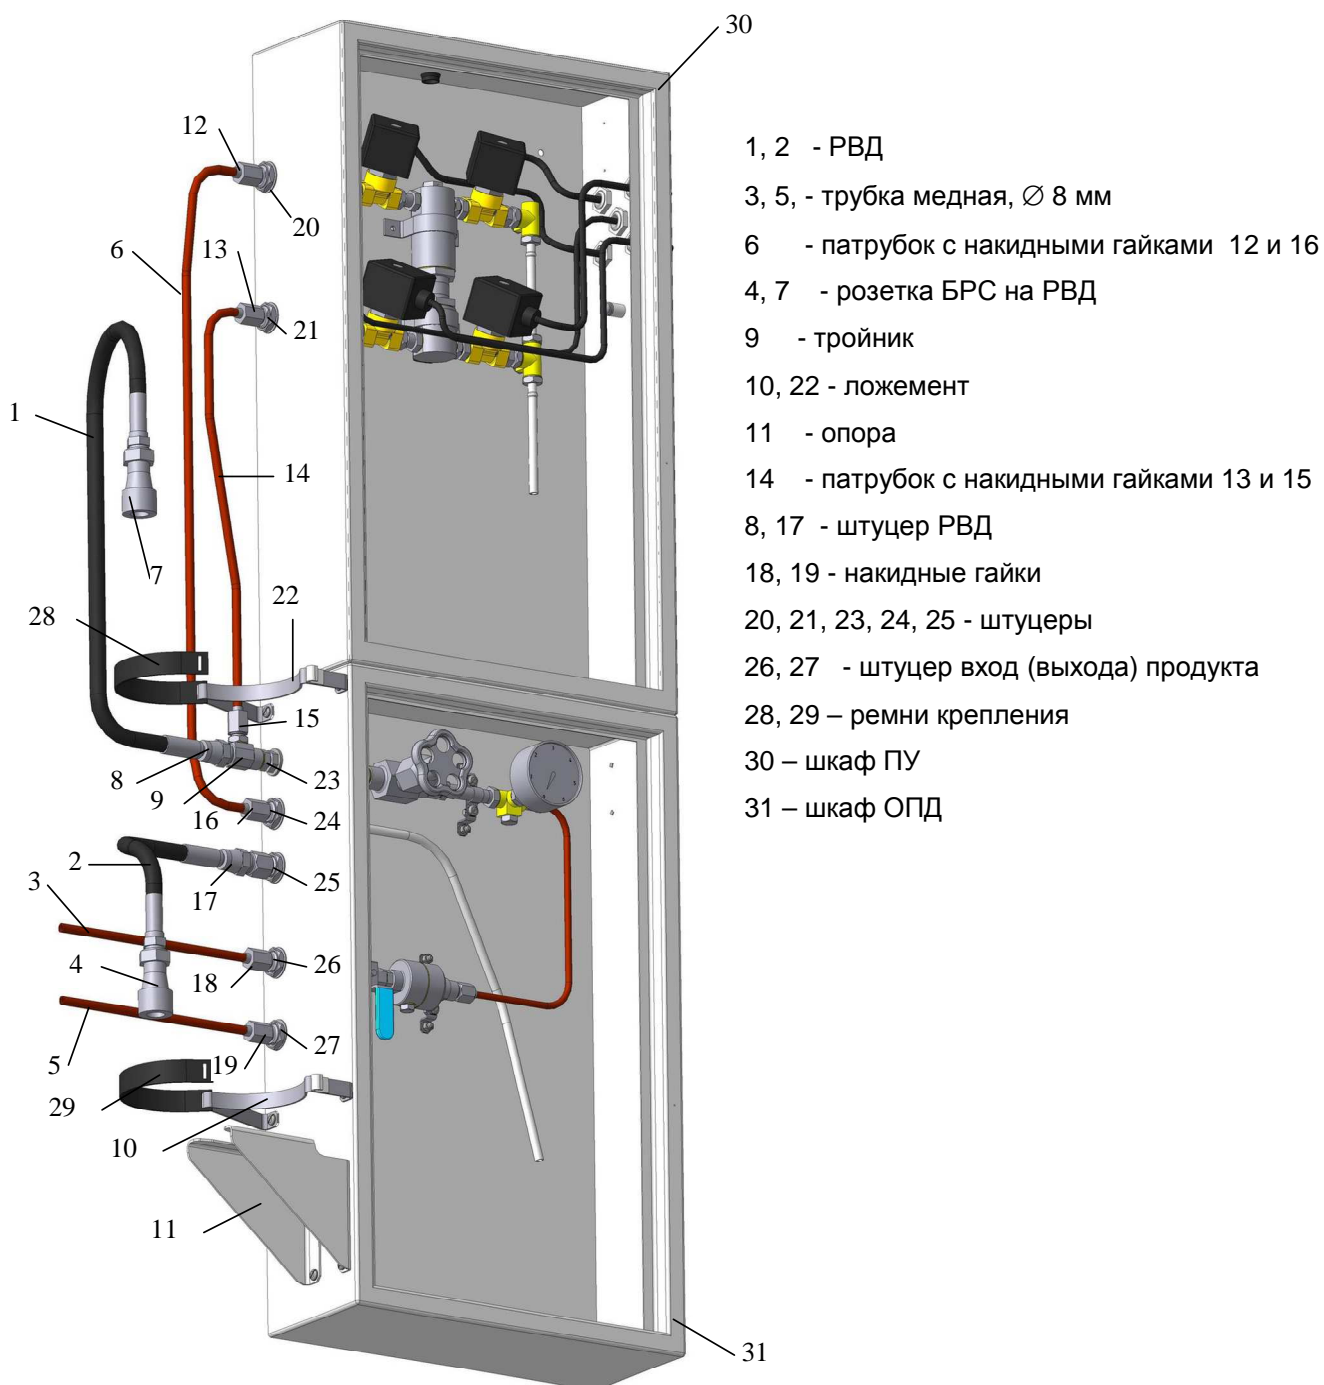

Рис. 14 – Схема монтажа шкафов ПУ и ОПД
2.3.4 Из комплекта упаковки шкафа ОПД установить (Рис. 14) опору 11 и два ложемента 10 и 22 (с ремнями крепления 28, 29) на шкаф ОПД с помощью болтов и гаек.
2.3.9 Установить цилиндр ОПД на опору 11 (Рис. 14), до упора на ложементы 10 и 22, совместив выступ на нижней крышке цилиндра с пазом на опоре 11, и зафиксировать цилиндр ОПД ремнями крепления (сначала верхним 28, затем нижним 29).